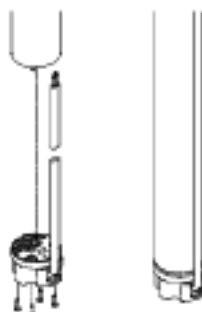

Рис. 9
4. Вставьте штекер в разъем электродвигателя. Штекер имеет позиционирующие элементы и поэтому не может быть подключен неправильно, смотри рис. 9.